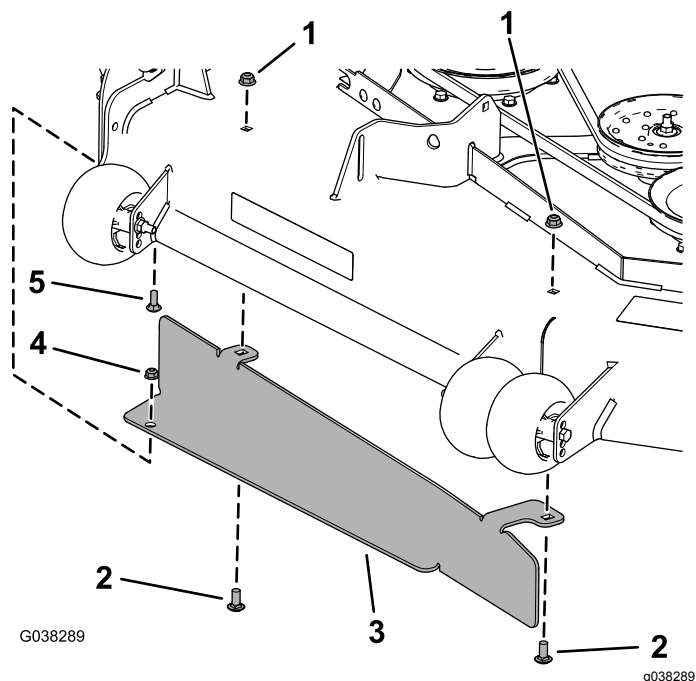

Figure 33
- Fixez le déflecteur à l'aide du boulon de carrosserie (5/16" x 7/8"), de l'écrou à embase (5/16"), des 2 boulons de carrosserie (3/8" x 7/8") et des 2 écrous à embase (3/8"), comme montré à la Figure 33.